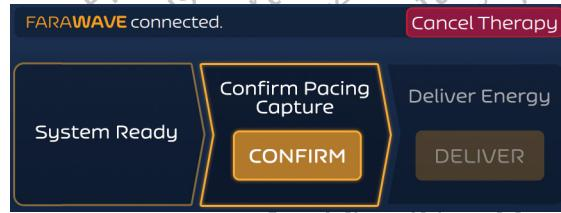

Figura 15. Ecrã Terapia – Modo Síncrono – Estado Confirmação de Estimulação
- Com a estimulação ativada e a captura confirmada, prima o botão PREPARE (PREPARAR) para inicializar o Gerador de PFA FARASTAR. Após a preparação ter sido concluída, o botão CONFIRM Pacing Capture (CONFIRMAR captura de estimulação) será ativado (consulte a Figura 15).